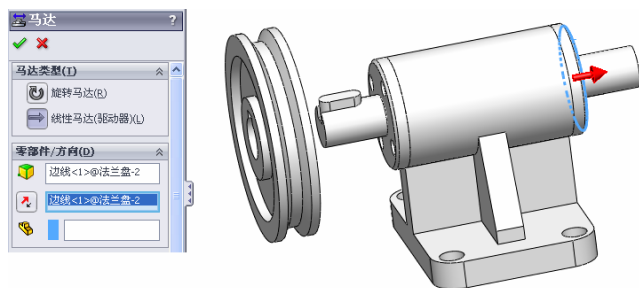

图 13-43 选择零件和方向
⑥ 单击 MotionManager 工具栏上的“马达”  图标按钮，弹出“马达”属性管理器。
⑦ 在属性管理器“马达类型”一栏中选择“线性马达”，在视图选择带轮上的边线，属性管理器和线性方向，如图 13-43 所示。